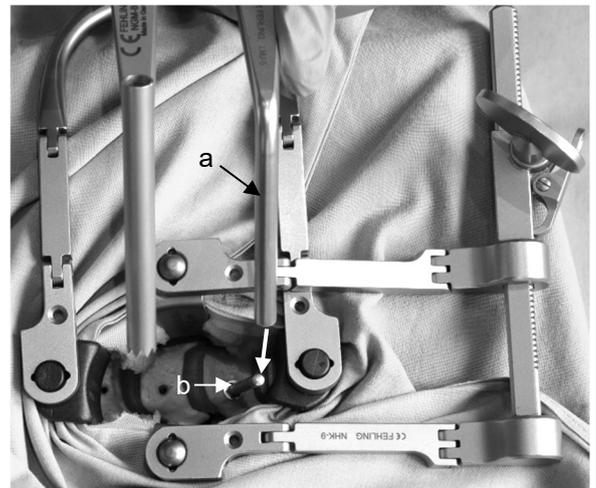

Abb. 8a
5. Das Spreizersystem mit Bohrlehre kommt nun zum Einsatz. Der Aufnahmetubus des festen Spreizerarms (a) wird über die Distraktionschraube geführt (b) (Abb. 8a).